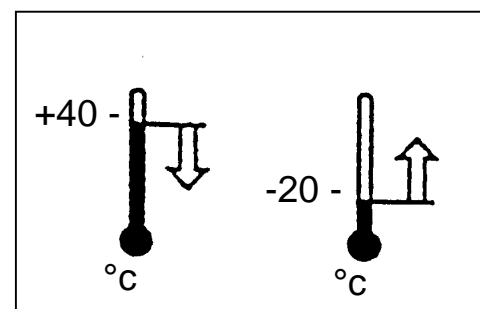

FIG. 46
05.1.11 – OPERATING TEMPERATURES (see fig. 46)